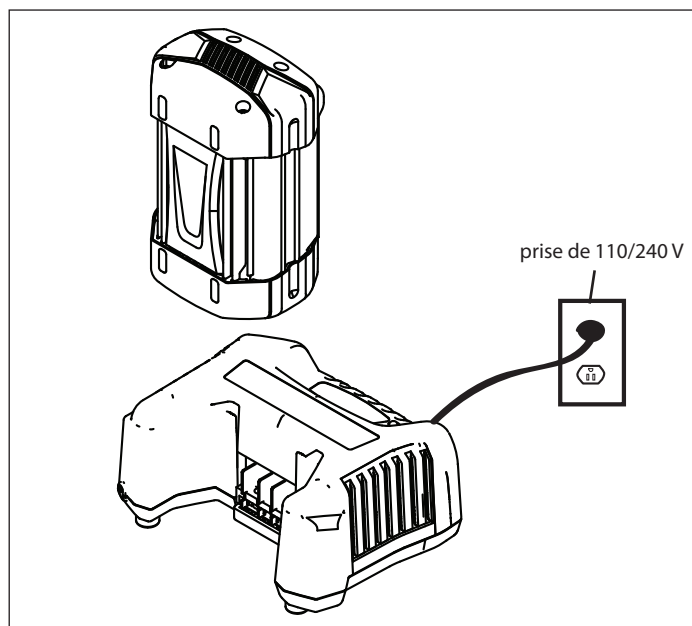

Figure 2
1. Brancher le chargeur sur une prise de courant standard de 110 ou 240 V ; un voyant rouge doit s'allumer sur le chargeur. Toujours brancher le chargeur sur une prise murale de 110 ou 240 V avant d'y placer la batterie. **VOIR FIGURE 2.**